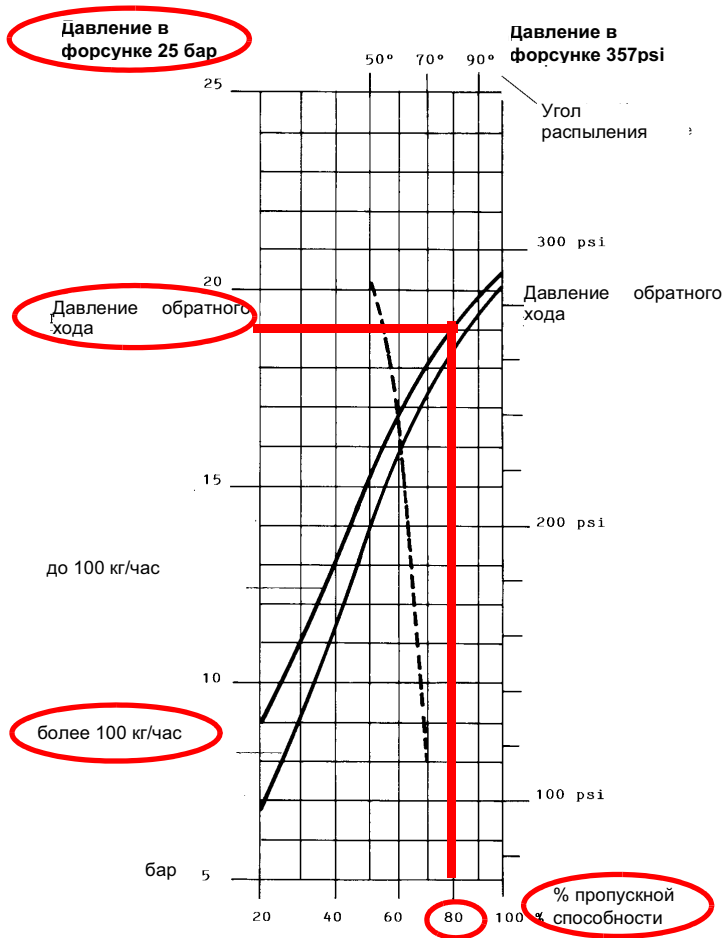

Рис. 26
Расход дизельного топлива регулируется за счет выбора форсунки (противопоточного типа), соответствующего мощности котла и типу применения размера, а также регулировки давления на прямом и обратном ходе жидкого топлива, согласно данных, указанных в таблице и на графике на Рис. 26 (для считывания давления - читайте последующие параграфы).
Пример : 80% номинального расхода на форсунке можно получить, если установлены форсунки с расходом более 100 кг/час, при давлении на обратном ходе примерно равном 18 бар (см. график на Рис. 26).
и последующие описаны на стр 20) до получения на форсунке давления в 25 бар (форсунки Fluidics или форсунки Vergo- см. графики на Рис. 26 -Рис. 27);
- 13 Сместить кулачок IV (малое пламя на мазутном топливе) в сторону минимальной мощности, с тем, чтобы сервопривод начал закрываться, до тех пор, пока два подшипничка не совместятся с регулировочным винтом, относящимся к самой низкой точке: закручивать винт **V2** для увеличения расхода, откручивать - для уменьшения, с целью получения значения давления, как на графике на Рис. 26-Рис. 27, на основании требуемого расхода.